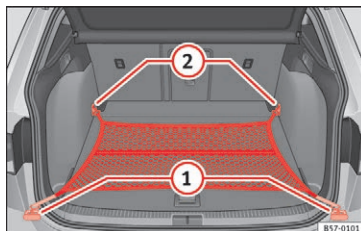

Fig. 156 I bagagerummet: bagagenet, der er hængt fladt fast
- Løft om nødvendigt de forreste fastgørelsesøjer » Fig. 156 ②.
- Sæt krogene fast i fastgørelsesøjerne ② » ⚠. Bagagenettets lynlås skal vende opad.
- Hægt krogene fast i fastgørelsesøjerne ①.